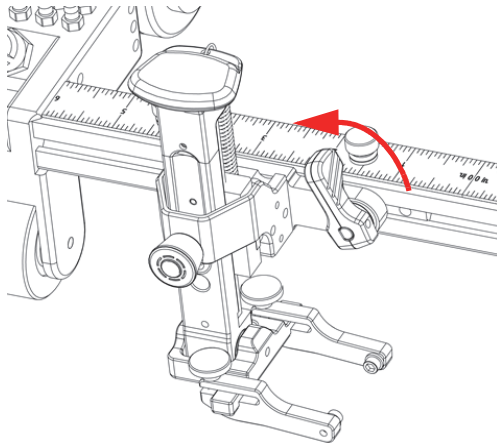

图 2-14 定位杆处于解锁位置
1. 逆时针转动定位杆，解锁探头托架（参见第45页的图 2-14）。